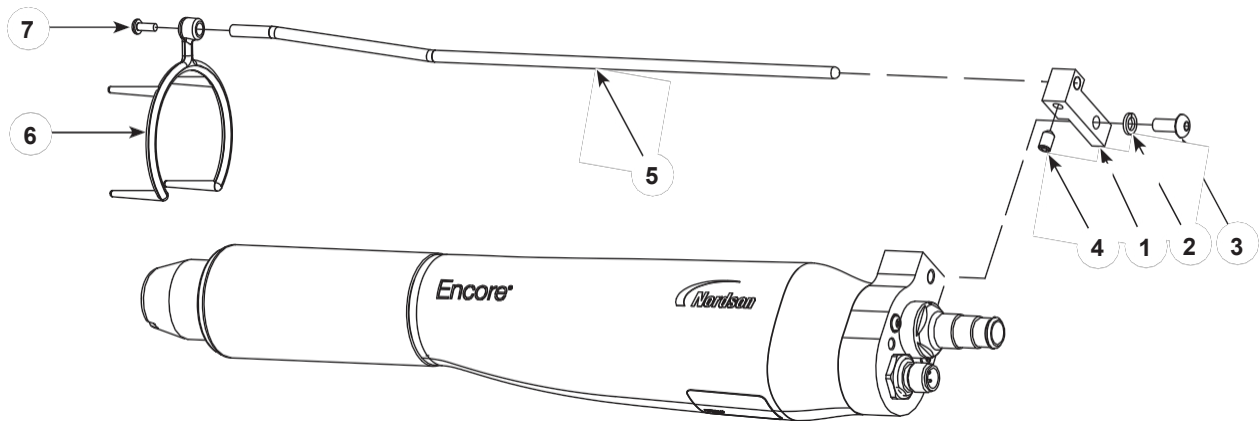

Figura 6 Instalarea colectorului de ioni - Se prezintă duza de pulverizare plată
1. Consultați figura 6. Instalați blocul de montare (1) pe pistol cu șaiba de blocare M5 și șurubul (2, 3).
2. Introduceți tija colectorului (5) în bloc și fixați-o cu șurubul de fixare M5 x 8 (4) inclus în kitul colectorului de ioni.
3. Glisați vârful multipunct (6) pe piulița duzei și fixați-l pe tija colectorului cu șurubul M3 (7).